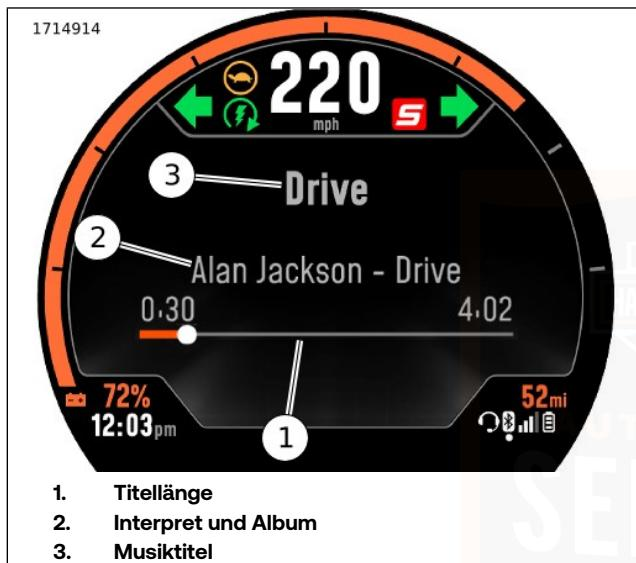

Abbildung 40. Audio-Bildschirm
Siehe Abbildung 40. Das Musikdisplay zeigt Musikinformationen von einem angeschlossenen Gerät an. Diese Informationen umfassen die Länge des Titel (1), Interpret (2) sowie Titel (3).